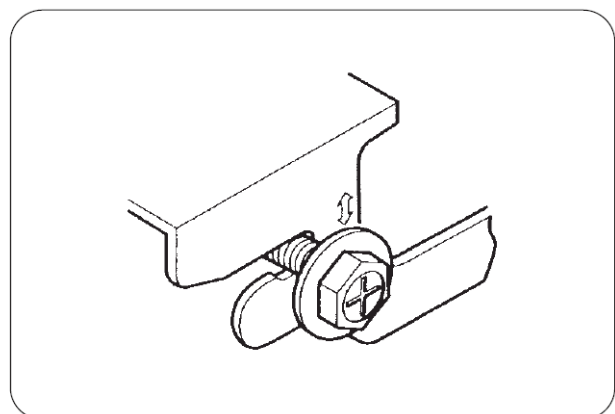

Fig. 7
5) Lyft upp enheten och skjut den framåt i spåret (se Fig.7).